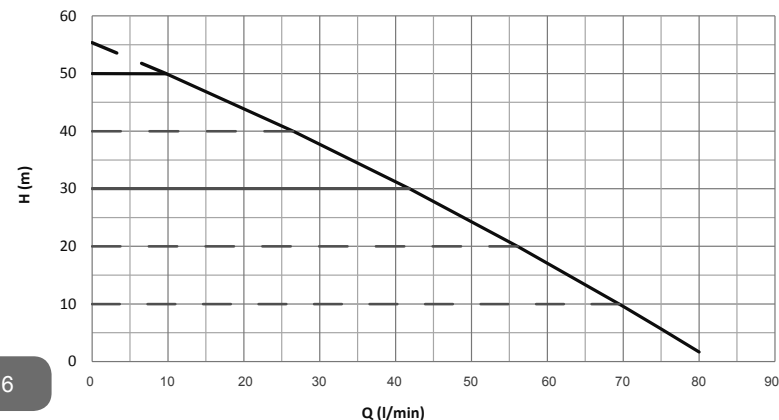

Fig. 6
Diagrammet i Fig. 6 visar kurvan över den hydrauliska kapaciteten. Invertern modulerar automatiskt elpumpens rotationshastighet vilket gör att elpumpen vid behov kan förflytta sin arbetspunkt till valfritt område under aktuell kurva så att det inställda trycket förblir jämnt (SP). Den röda kurvan visar händelseförloppet för e.sybox mini med börvärdet inställt på 3,0 bar.